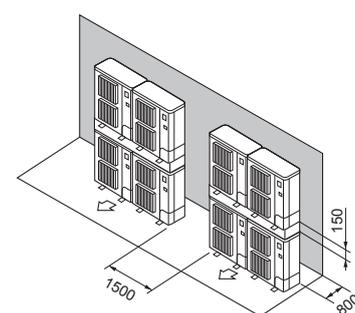

Fig. 2-15
- ⑦ Διάταξη μονάδων σε στοίβα (Fig. 2-15)